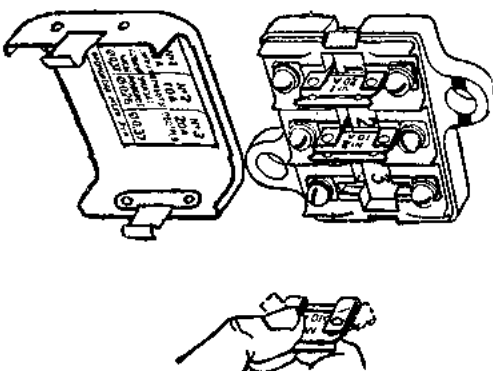

Рис. 84. Блок плавких предохранителей.
2. Три плавких предохранителя объединены в блок, смонтиро- ванный под панелью приборов слева (рис. 84).